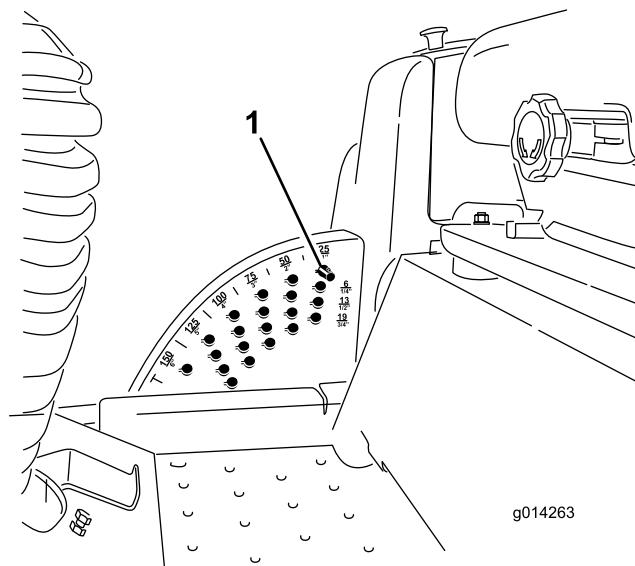

Figura 16
togliete la spina di fermo dell'altezza di taglio (vedere Regolazione dell'altezza di taglio) e inseritela nella posizione dell'altezza di taglio di 15 cm (Figura 16).
1. A motore acceso, tirate indietro l'interruttore di sollevamento del piatto di taglio fino a sollevare completamente il piatto e **rilasciate immediatamente l'interruttore** (Figura 16).
previsti nei fori della staffa dell'altezza di taglio, quindi rimuovetela (Figura 16).
3. Nella staffa dell'altezza di taglio scegliete un foro corrispondente all'altezza di taglio richiesta, inserite la spina e bloccatela per mantenere questa posizione (Figura 16).
Nota: Vi sono quattro file di fori di posizionamento (Figura 16). La fila superiore fornisce l'altezza di taglio elencata sopra la spina. La seconda fila fornisce l'altezza elencata più 6 mm. La terza fila fornisce l'altezza elencata più 12 mm. La fila inferiore fornisce l'altezza elencata più 18 mm. La posizione di 15,8 cm ha un solo foro, situato nella seconda fila, che non aggiunge 6 mm alla posizione di 15,8 cm.